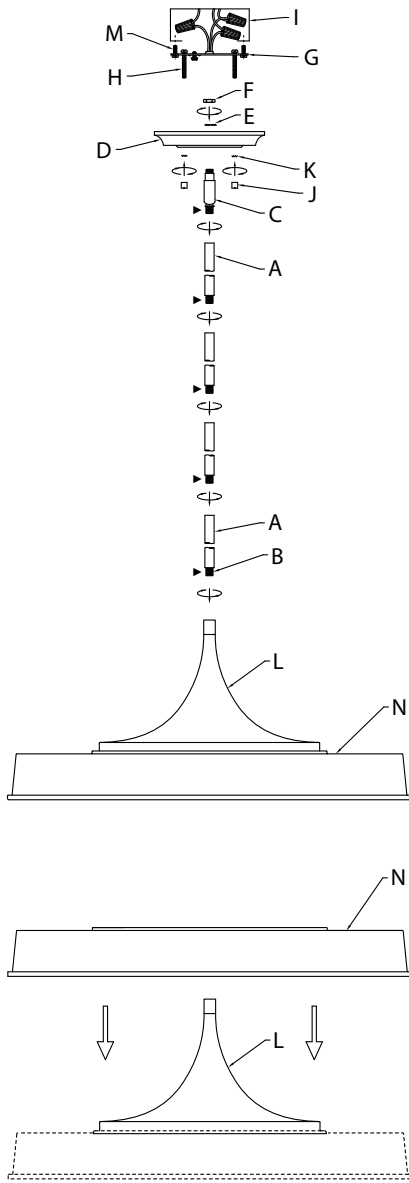

Fig. 1
- 2) Baje la pantalla sobre el cuerpo principal (ver Fig. 1).